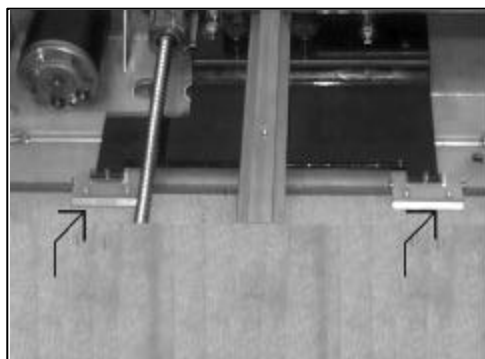

FIGURE 5-8: CHARNIÈRES DU CHARIOT
- e. Voir les **Figures 5-8** et **5-9**. Retirer les deux vis d'arrêt. Utiliser une cheville en bois de 7 po et la frapper délicatement avec un marteau pour chasser les axes de charnière du chariot.